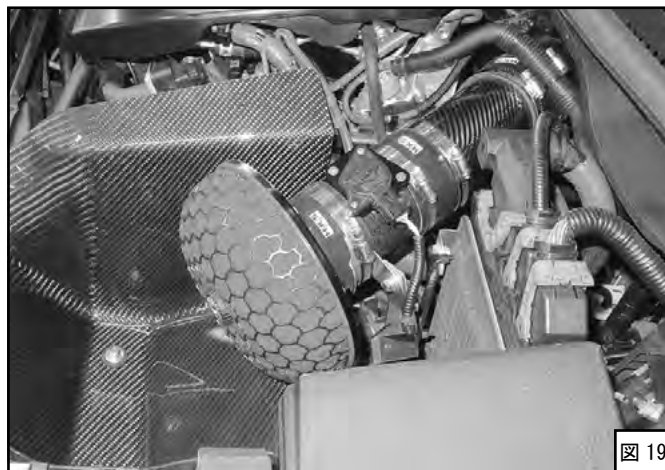

図 19
- (13) キットパーツがボディなどと干渉しないように位置を決めてください。位置が決まったら、ホースバンド・ボルトを固定してください。(図19)